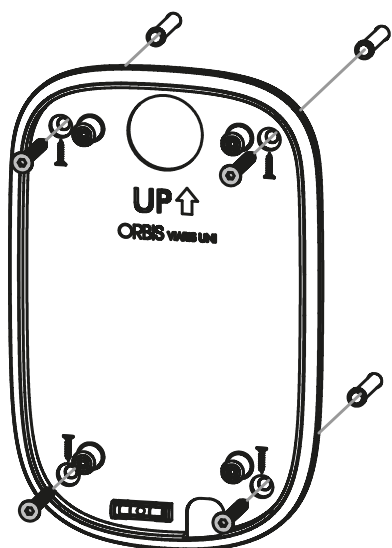

Fig.1
- Fixați placa de baza pe perete. **Fig. 1**